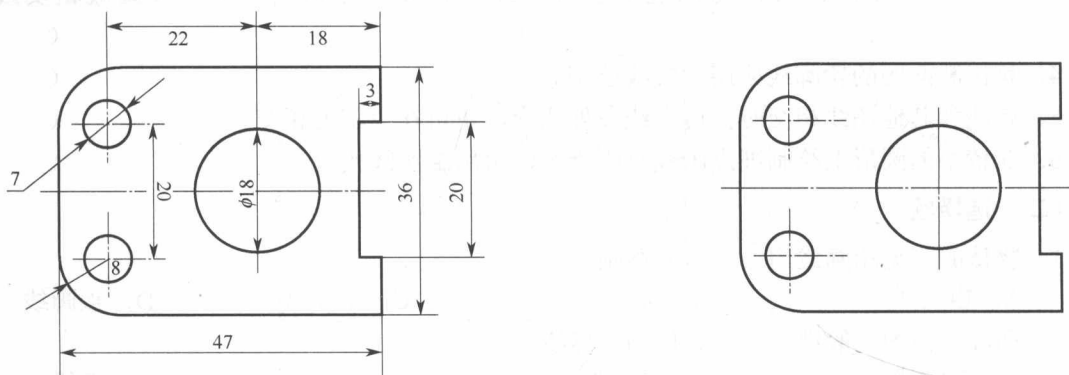

图 1-2-2
1. 分析图 1-2-2 中尺寸标注的错误，并作出正确的标注。